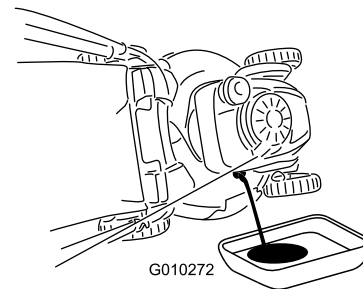

Figura 40
7. Coloque la máquina de lado con la varilla de aceite hacia abajo para drenar el aceite usado a través del tubo de llenado al recipiente (Figura 40).